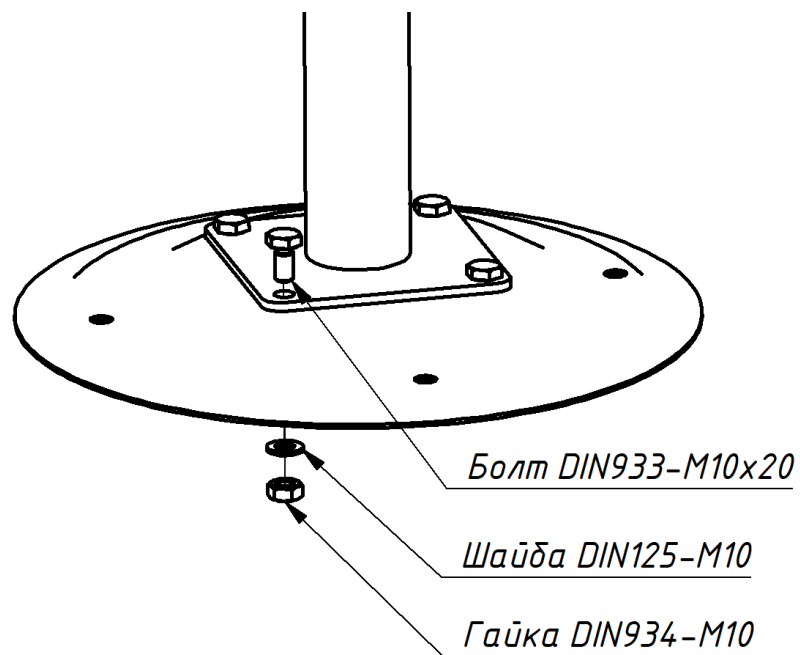

Рис. 6 Крепление фланцев к опорам.
- 24.2. Перед установкой опор соединить штампованные фланцы согласно (Рис. 6).